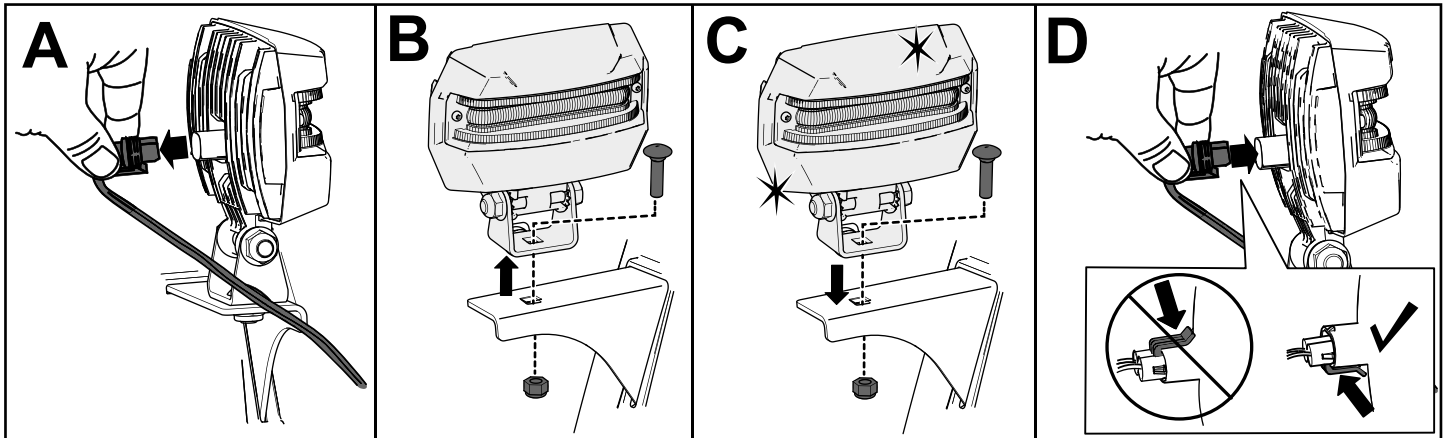

Figura 40
1. Retire o fio do farol da parte de trás do farol (A da Figura 40).
2. Retire o parafuso e porca que prende o farol ao suporte do farol e, em seguida, retire o conjunto antigo do farol (B da Figura 40).
3. Prenda o novo conjunto do farol no suporte do farol com o parafuso e porca previamente removidos (C da Figura 40).
4. Insira o fio do farol a direito na parte de trás do farol até que fique bem preso no sítio (D da Figura 40).